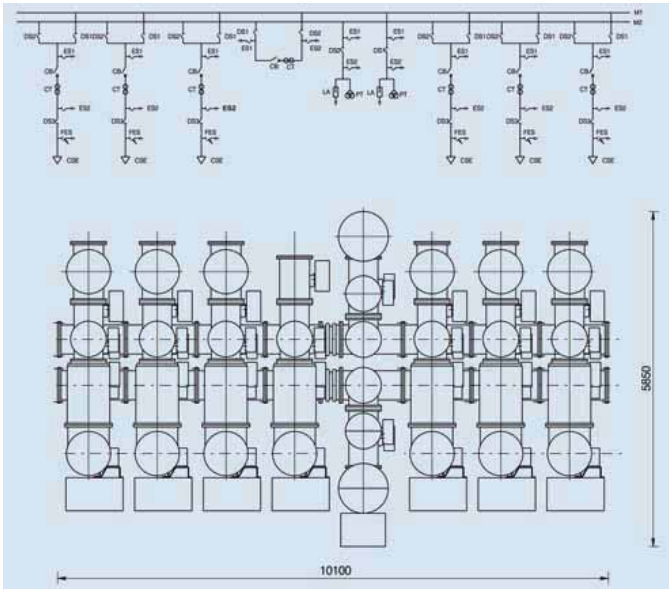

Рис. 4.4 Разводка сдвоенного шинного соединения
4.2 Подключение двойной шины (рис. 4.4)